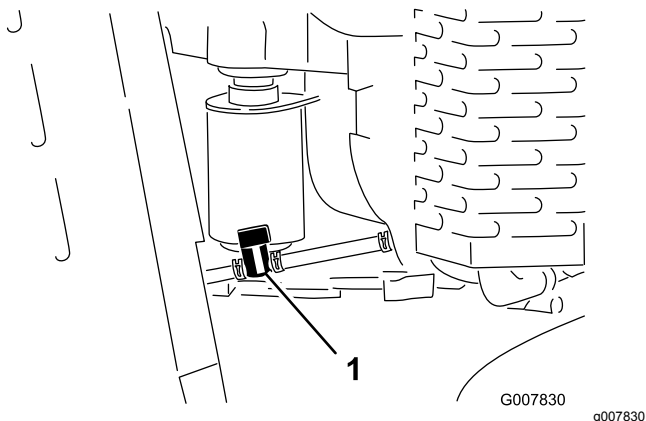

Figure 38
3. Tournez le robinet d'arrivée de carburant en position fermée (Figure 38).
4. Pincez les extrémités du collier de flexible du côté moteur du robinet et poussez-le vers le haut de la conduite d'alimentation, dans la direction opposée au robinet (Figure 38).
5. Débranchez la conduite d'alimentation du robinet (Figure 38).
7. Tournez le robinet d'arrivée de carburant en position ouverte (Figure 38).